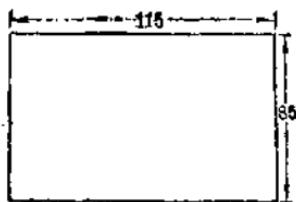

图 7
5. 滑板：用  $85 \times 115$  [毫米]2 单层夹板（图 7）（或硬卡纸、薄铁皮均可）制成滑板。将滑板先弯成弧形，然后安装在支架板内侧滑板座上，先用胶水胶好，用大头针固定。胶牢后将大头针拔去。